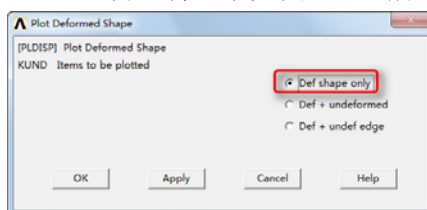

图 11-58 “Plot Defined Shape” 对话框
⑫依次选择 Main Menu→General PostProc→Plot Results→Deformed Shape，会弹出“Plot Deformed Shape”对话框，如图 11-58 所示，在“KUND Items to be plotted”选择列表中选择“Def shape only”。